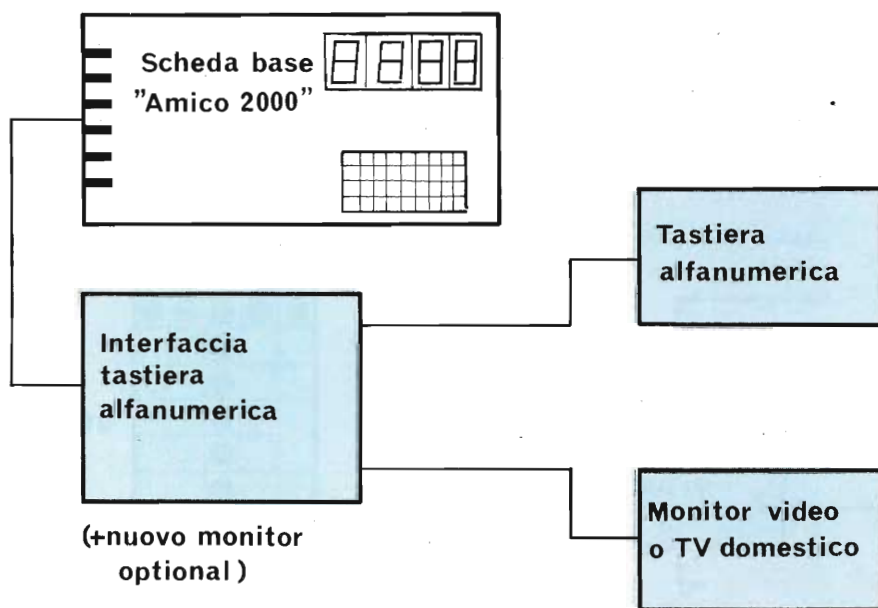

Fig. 1 - Schema a blocchi del sistema a microcomputer AMICO 2000 completo di interfaccia video, tastiera alfanumerica e video.
2) un'*unità di visualizzazione* TERMINALE VIDEO) grazie alla quale si potranno scrivere sullo schermo di un comunissimo apparecchio televisivo domestico i caratteri che si vogliono o direttamente da tastiera oppure in esecuzione di istruzioni di un programma da noi scritto nella memoria del micro. In questo modo l'AMICO 2000 avrà una periferica che permette di classificarlo nell'ambito dei computer (vedi schema di fig. 1). Con questa unità si possono scrivere, nel corso di un programma, istruzioni atte a far comparire sullo schermo intere righe come risultato di una certa elaborazione;